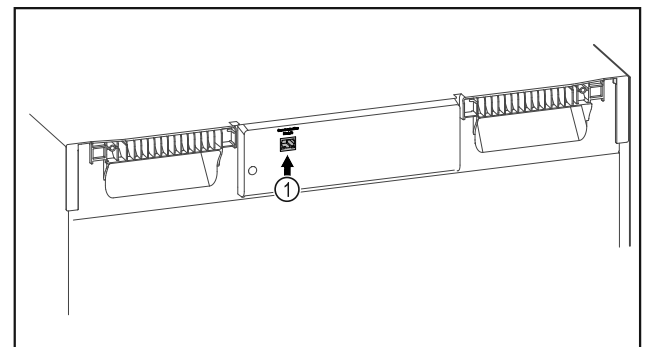

Fig. 116
- ☐ SmartModule Fig. 116 (1) ist eingesetzt.